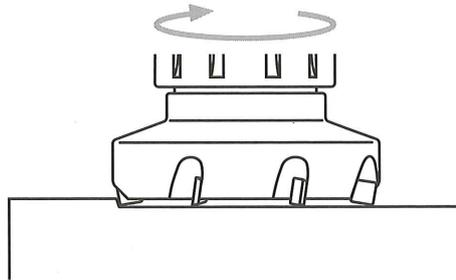

図5
- (1) 刃先を材料に押し込んで切削するとき、刃先に生じる力のことを(a)という。
- (2) 仕上げ面をよくしたり、工具寿命を長くしたりする目的で切削部に供給するものに(b)がある。
- (3) 加工中に刃先と材料の間に生じる振動のことを(c)振動といい、仕上げ面を悪くしたり切れ刃の摩耗を早めたりする。
- (4) 図5はフライス盤で材料を切削している状態を示している。主轴の単位時間あたりの回転数を(d)速度といい、刃先が材料に触れている部分の周速度を(e)速度という。